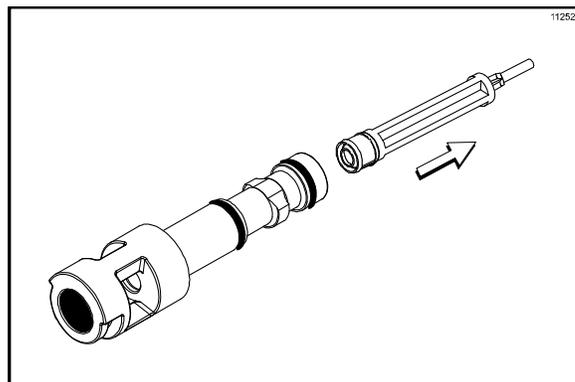

Figura 102
7. Quite el rotor de la válvula de extracción sujetando la válvula de extracción y extrayendo el rotor. Quite el sello del eje del rotor. (Vea la figura 102).